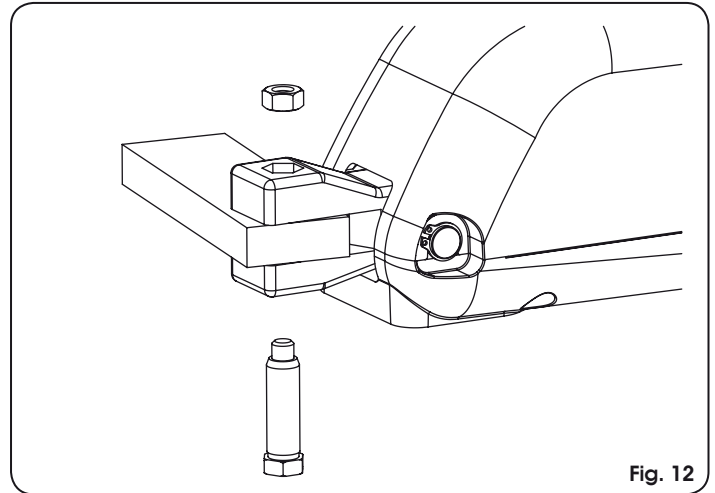

Fig. 12
5. Fije el operador a la brida posterior por medio de los pernos suministrados en dotación, tal y como se indica en la Fig. 12.